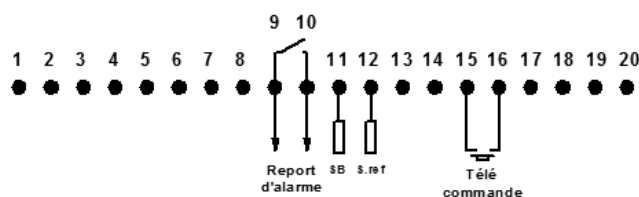

FIG. 4
- Raccorder l'autre extrémité du câble de l'électrode sur le bornier du coffret comme indiqué sur les figures 4 et 6 ci-après.
L'électrode doit être raccordée sur la borne «sonde basse SB» rep. 11 (voir fig. 4).
Elle doit être raccordée sur la borne «sonde basse SB» rep. 11 du coffret (voir fig. 4).